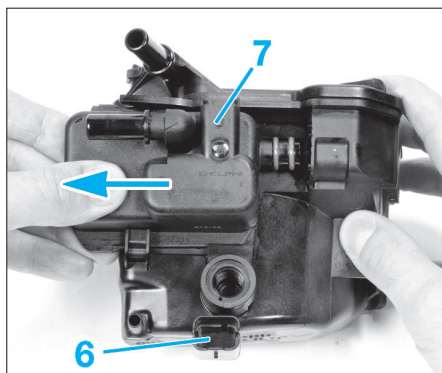

Fig. 52
- Débrancher le connecteur (6) du réchauffeur (Fig.52).
- Déposer, du filtre à gazole, le détecteur d'eau et le réchauffeur (7).